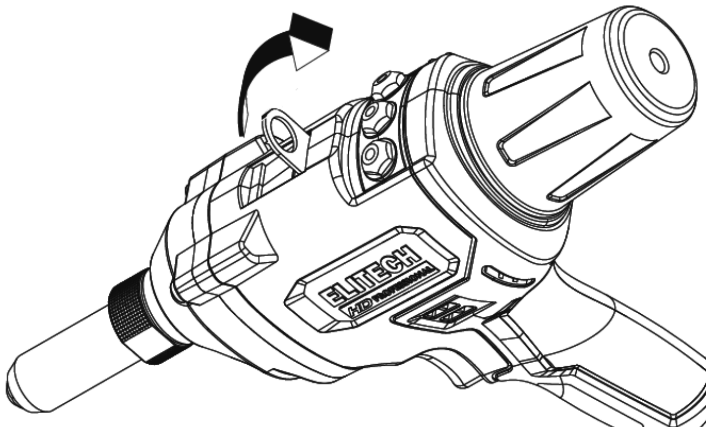

Рис. 4
- Для этого поднимите подвесное кольцо вверх (рис. 4).